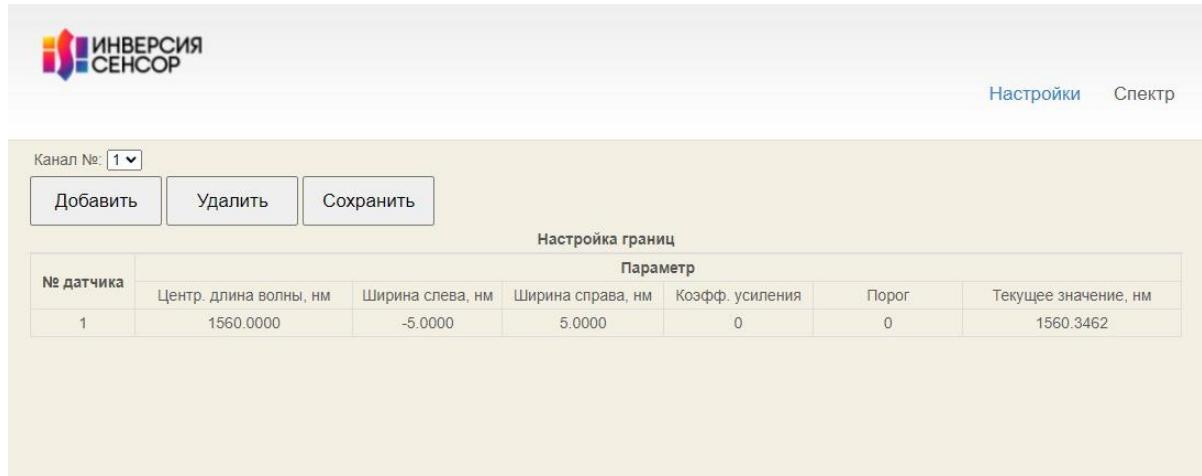

Рисунок 6 – Вкладка «Зоны»
8.10 Для настройки датчиков сначала нужно задать зоны, в которых будет осуществляться поиск пиков ВБР, для этого перейти на вкладку «Настройки → Зоны» (см. рисунок 6).